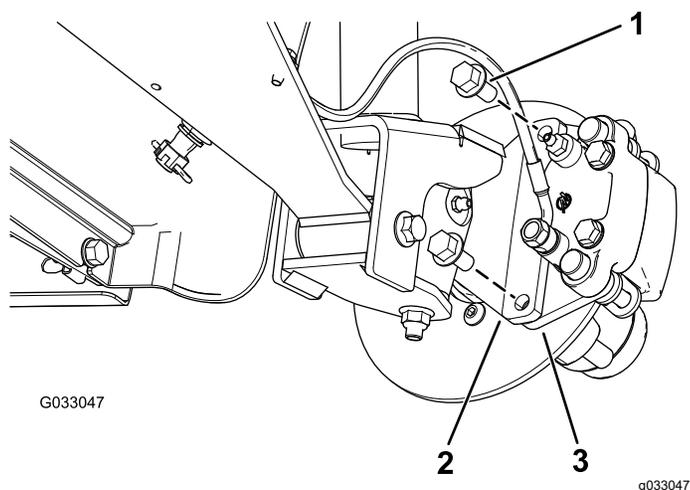
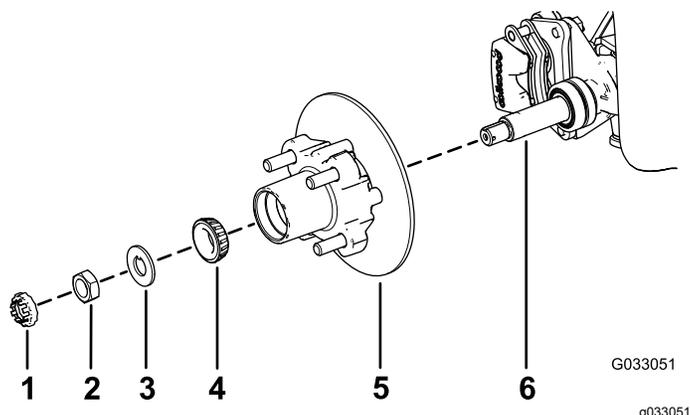

Figura 26
Figura 30
3. Togliete i bulloni a testa flangiata ( $\frac{3}{8}$ " x  $\frac{3}{4}$ " ) che fissano la staffa del gruppo del freno al mandrino e separate il freno dal mandrino (Figura 26).
1. Lubrificate leggermente il mandrino con il grasso specificato (Figura 30).
2. Montate il mozzo e il rotore sul mandrino con il rotore verso l'interno (Figura 30).
3. Montate il cuscinetto esterno sul mandrino e inserite il cuscinetto sull'anello esterno (Figura 30).
4. Montate la rondella di sicurezza sul mandrino (Figura 30).
5. Avvitare il dado del mandrino sul mandrino e serrate il dado a 15 N·m mentre ruotate il mozzo per posizionare in sede il cuscinetto (Figura 30).
2. Allineate le pastiglie dei freni su ciascun lato del rotore (Figura 26) e i fori sulla staffa della pinza con i fori sul supporto del freno del telaio del mandrino (Figura 30).
3. Fissate la staffa del calibro al telaio del mandrino (Figura 26) utilizzando i 2 bulloni a testa flangiata ( $\frac{3}{8}$ " x  $\frac{3}{4}$ " ).